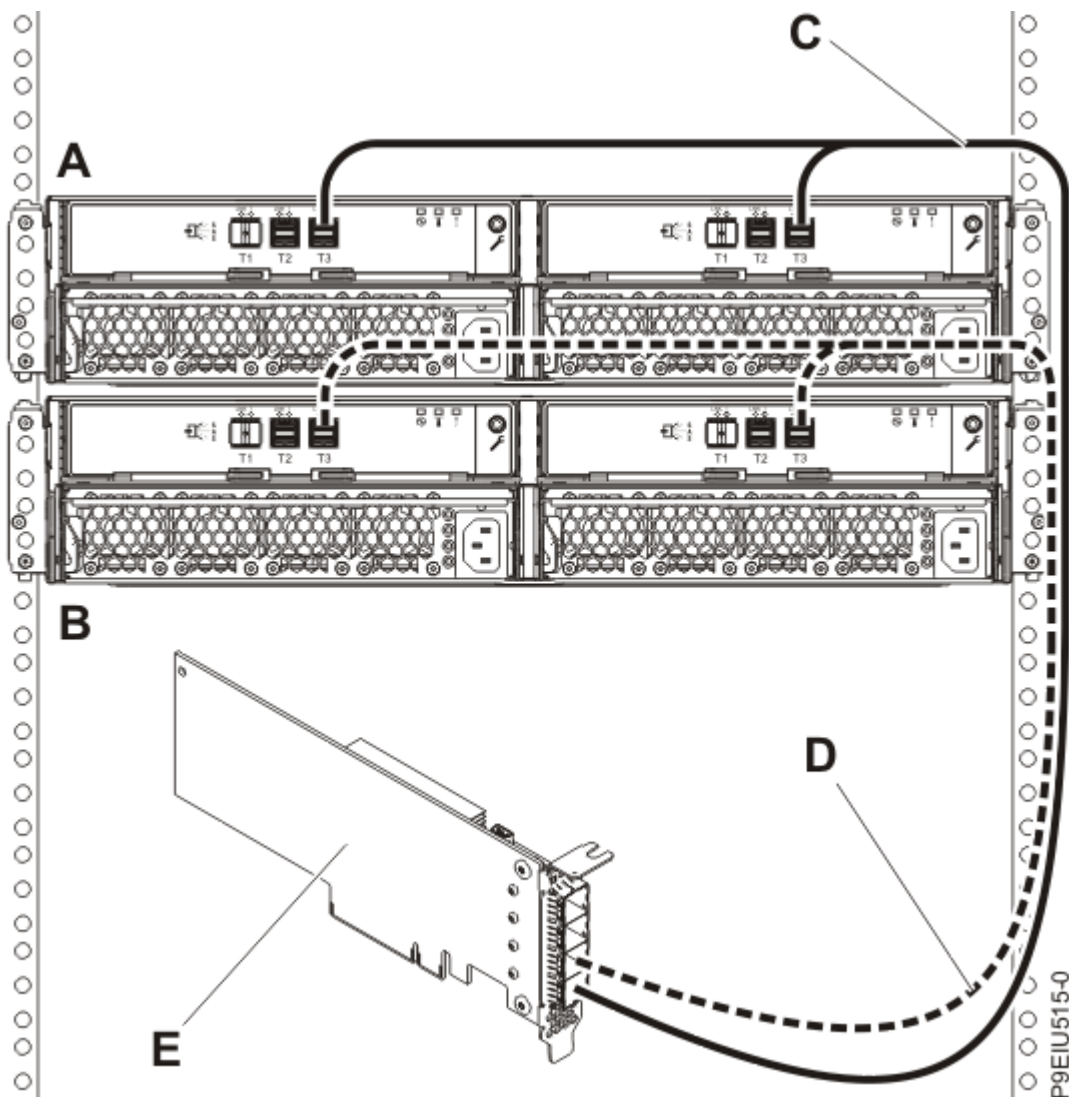

Рисунок 14. Подключение двух корпусов хранения ESLL или ESLS к одному адаптеру SAS FC EJ0J, FC EJ0K или FC EJ0M с помощью кабелей Y012 в режиме 1
14. Затем подключите два корпуса **(А и В)** к одному адаптеру SAS FC EJ0J, FC EJ0K или FC EJ0M **(Е)** с помощью кабелей Y012 **(С и D)** в режиме 1 (см. Рисунок 14 на стр. 20) и перейдите к шагу “Подключение кабелей данных, кабелей питания и установка крышек” на стр. 30.